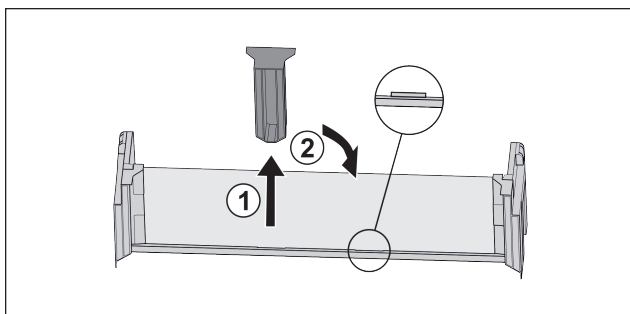

Fig. 114
- ▶ Stáhněte prostřední přídržný díl Fig. 114 (1).
- ▶ Vložte prostřední přídržný díl do druhé polohy Fig. 114 (2).